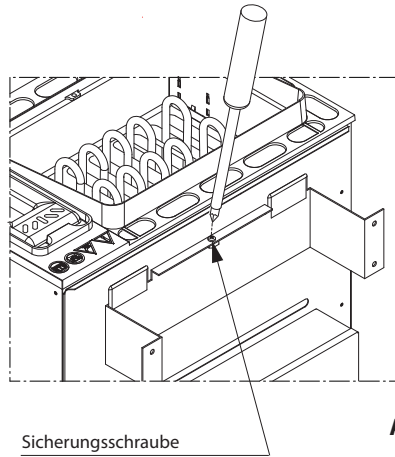

Abb. 7
5. Das Saunaheizgerät mittels Blechschraube durch die am hinteren Ofenrand befindliche Bohrung an der Wandhalterung sichern (Abb. 7).